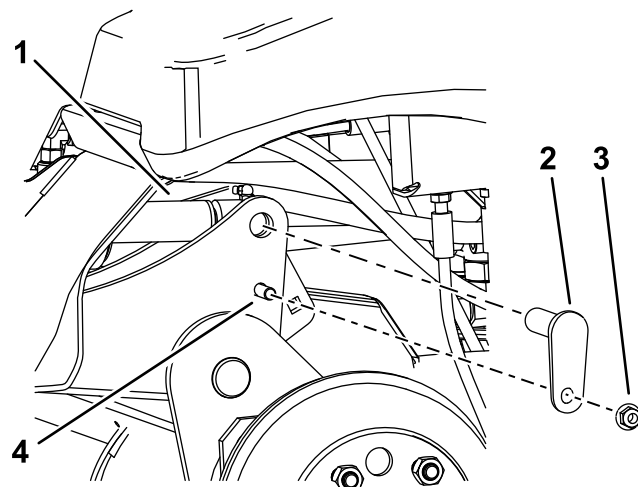

Figure 10
- C. À l'aide d'un pointeau, alignez les trous des tiges de vérin et les trous des bras de levage (Figure 10).
- D. Avec 2 boulons ($\frac{3}{8}$ " x $1\frac{1}{4}$ "), 2 écrous ($\frac{3}{8}$ ") et 2 petits axes, fixez les bras de levage aux vérins (Figure 10).